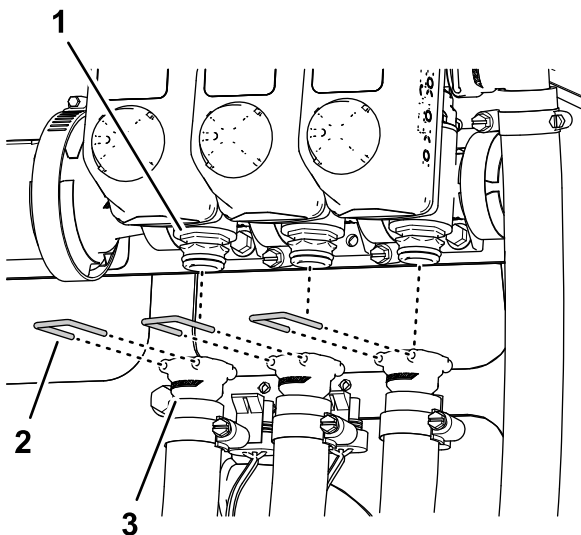

Рисунок 40
6. Снимите держатели, которые крепят быстроразъемные соединители левого, среднего и правого шлангов подачи, с быстроразъемных соединителей клапанов секций опрыскивателя (Рисунок 40).
7. Отсоедините шланги подачи левой, средней и правой секций от быстроразъемных соединителей клапанов секций опрыскивателя и снимите эти шланги с машины (Рисунок 40).